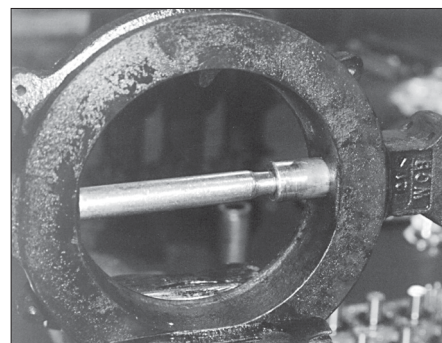

Рисунок 6 - подшипник вала заподлицо с поверхностью проточной части корпуса.
4. Ударьте по инструменту молотком, чтобы продолжить вставку подшипника вала до тех пор, пока он не окажется заподлицо с поверхностью проточной части корпуса. (См. Рисунок 6)